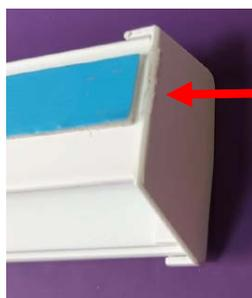

Рис. 2.2
2.1.2. Вставить крышки напр. тип "C" ROLLA (311315-0225) в направляющие (Рис. 2.2)